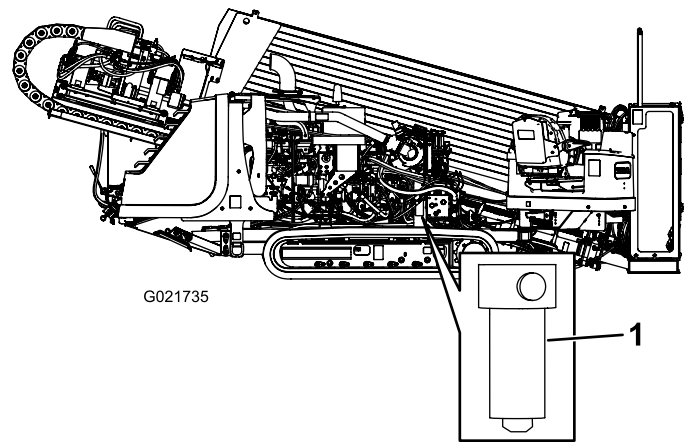

Figura 110
4. Com uma chave saca-filtro, remova o filtro de pressão hidráulica (Figura 110).